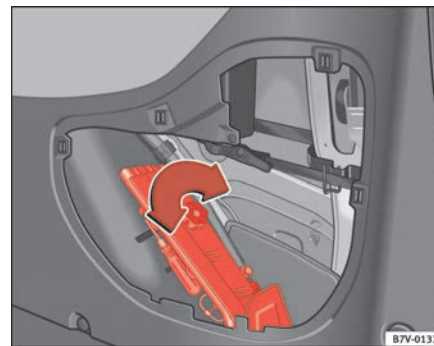

Fig. 151 Ubicación de las herramientas de a bordo
Las herramientas de a bordo se encuentran en el maletero, detrás del guardacristal lateral del lado derecho y van fijadas con un tornillo moleteado ⇒ fig. 151 ①. A continuación le detallamos las herramientas de a bordo:
- ① Caja de herramientas ⁴⁴⁾
- ② Destornillador con mango con hexágono interior para desenroscar o enroscar los tornillos de rueda una vez aflojados. El destornillador es de tipo combinado. El destornillador va encajado en la llave de rueda.
- ③ Argolla de remolque, enroscable
- ④ Llave de horquilla 10 x 13 mm
- ⑤ Gancho de alambre⁴⁴⁾ para extraer los embellecedores de las ruedas o para los capuchones de los tornillos de rueda